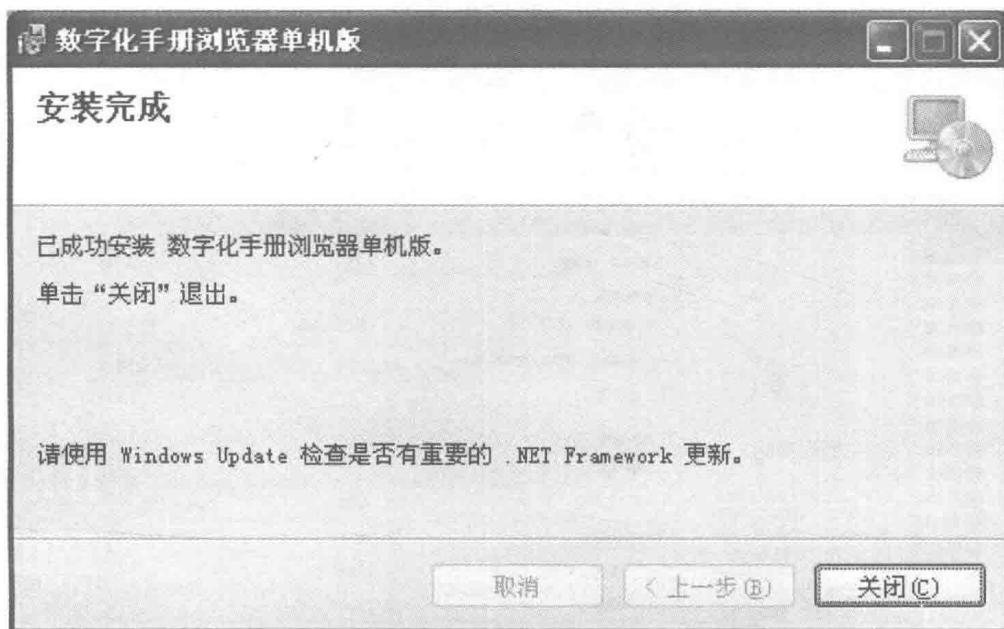

图 1-10 “安装完成”窗口
9) 当安装成功后，安装向导显示图 1-10 所示的“安装完成”窗口，提示用户系统已正确安装完成。单击“关闭”按钮，完成安装。